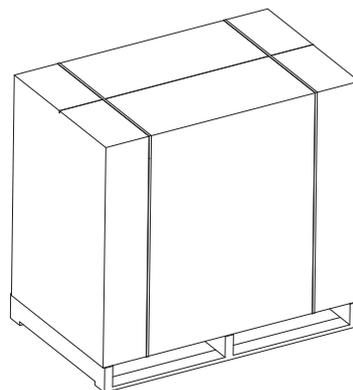
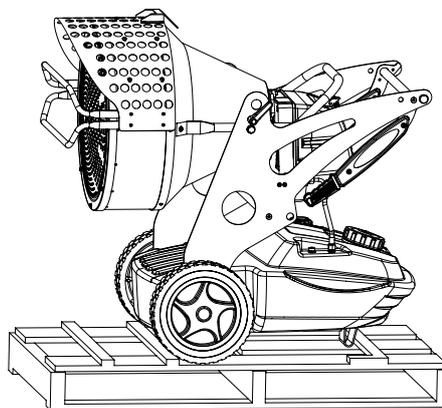

Figure 1 - Emballage
Figure 2 - Sur le palette
- Éliminer les supports utilisés pour emballer l'appareil (Fig. 1).
- Enlever les supports qui bloquent le générateur sur la palette (Fig. 2).
- Fixer solidement le générateur sur la plate-forme (Fig. 2).
- Lorsque c'est possible, placer l'emballage en carton depuis le haut sur la plate-forme en le fixant avec des matériaux ad hoc (Fig. 1).
- Stocker la machine dans un endroit adapté et non humide, et ne pas placer plus de deux machines l'une sur l'autre. Expédier le générateur comme sur la Fig. 1, ou du moins la Fig. 2.
- Store the machine in a suitable, dry place and do not stack more than two. Despatch the generator preferably as shown Fig. 1 or at least as shown in Fig. 2.